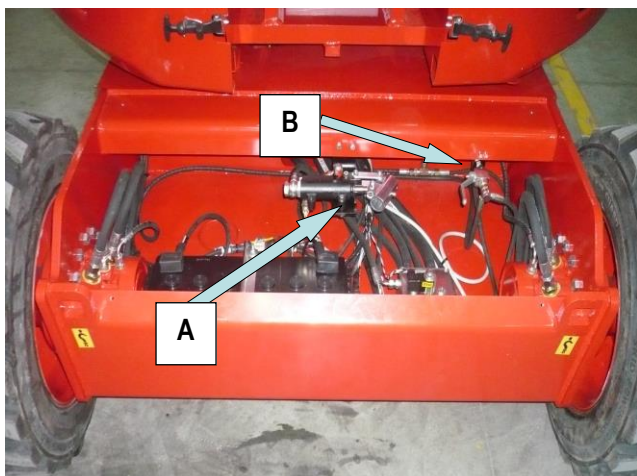

Fig. 18a
- 2) Identifier la pompe de remorquage d'urgence (option) située à l'intérieur (fig.18a lettre "A").
- 3) Identifier le clapet de déclenchement du circuit de remorquage d'urgence (option) (fig.18a lettre "B").